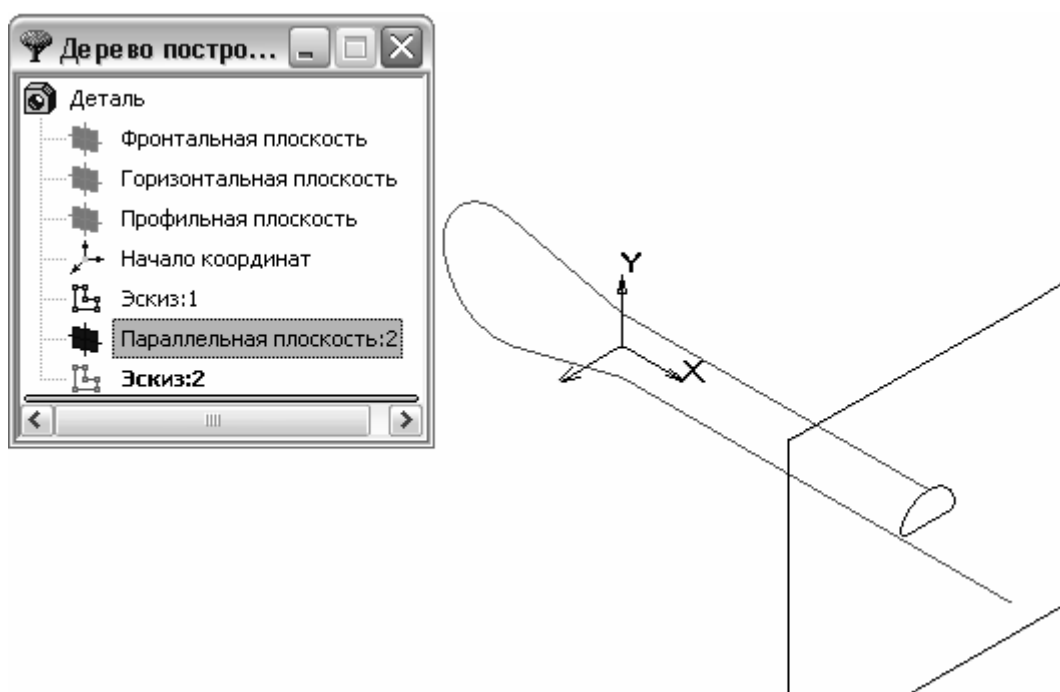

Рис. 4.5. Эскизы модели в изометрии
11. Поверните деталь таким образом, чтобы оба эскиза имели невырожденные изображения: выберите ориентацию **Изометрия** (рис. 4.5).